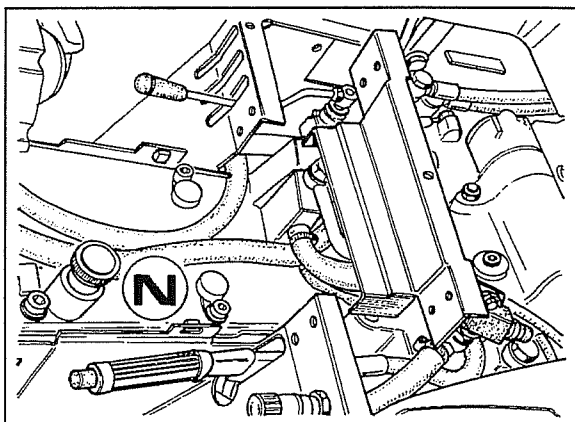

Fig. 3
- 3 Retirar a tampa do carter das velocidades **N** fig.3.